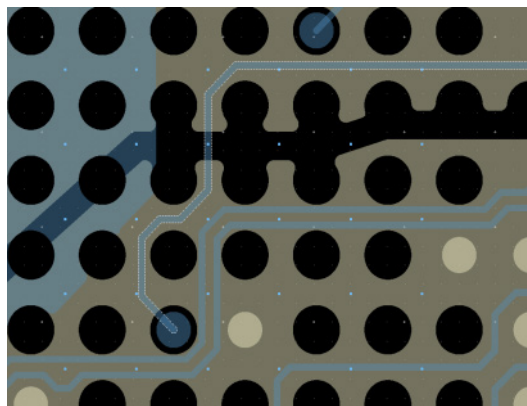

图 15. 如果 PCB 的尺寸收缩，电源面和接地都被间隙孔大量穿透。
2. 收缩 PCB 实现更小的外形尺寸。PCB 上的空间更小，使得信号走线更加密集，没有多少地方留给宽敞的电源面。这样的结果是，电源面和接地都被其他网络过孔周围的间隙孔（反焊盘）穿透（图 15）。由于层面有很多孔洞，显然可供电流流动的路径现在更细，因此，它的电阻更大，导致直流压降也更大。